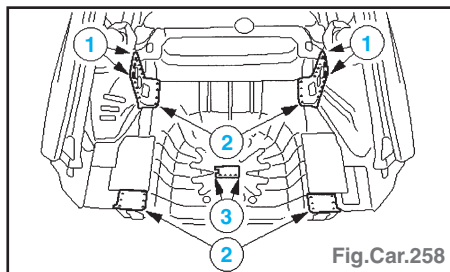

Fig.Car.258
- Souder en cordon discontinu sous gaz protecteur (1), par bouchonnage (2) et par points (3) (Fig.Car.258).